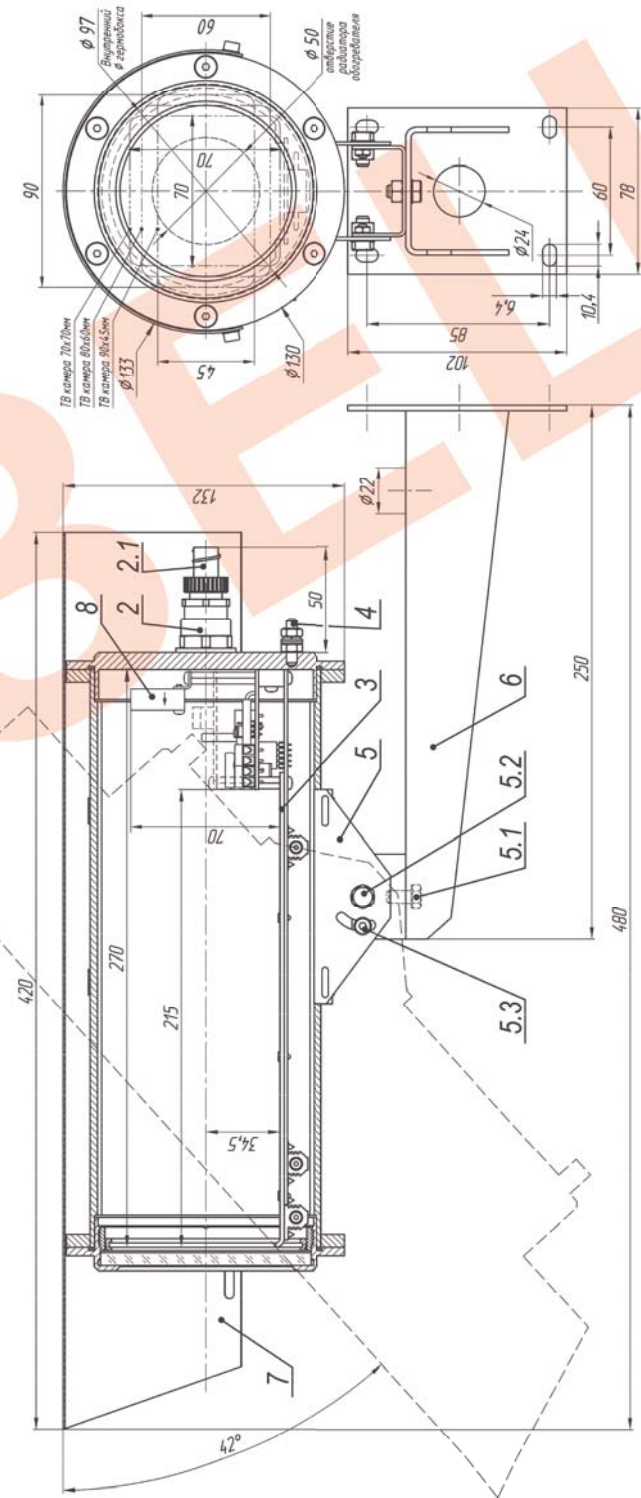

Рис.1 Состав и габаритно-установочные размеры ТГБ-8Г Ех
2. Выдвинуть модуль видеокамеры (поз.3 рис.1) из кожуха.
9. Обеспечить защиту кабелей во взрывоопасной зоне металлорукавом. Металлорукав фиксируется на гермовводе с помощью держателя металлорукава (поз.2.1 рис.1).
10. Ослабить болт и винты фиксации шарнира (поз.5.1, 5.2, 5.3 рис.1), установить гермобокс на нужное направление обзора, после чего надежно зафиксировать шарнир затянув болты.
11. Заземлить гермобокс с помощью клеммы заземления (поз.4 рис.1).
| 10 | Габаритные размеры | см. рис.1 | | | |
В состав изделия входят (см. рис.1):